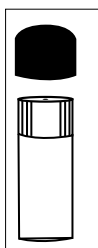

Figure 3A
2. Verwijder de vinylkap van de injectiefacon om het kleine lekgat bloot te leggen zoals weergegeven in onderstaande afbeelding 3A. **DRAAI HET ZWARTE KAPJE NIET VAN DE FLES**